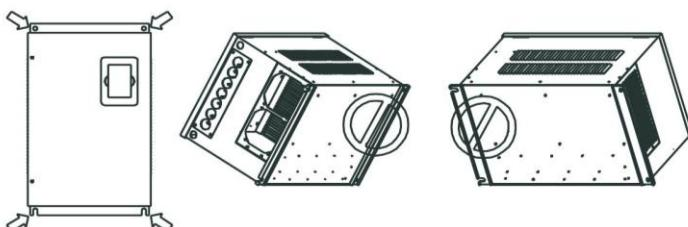

图 1-2 变频器垂直安装示意图
- ◇变频器装在控制柜内，应保证控制柜与外界通风流畅。请垂直安装变频器，便于热量向上散发，不能倒置（详见图 1-2）；若柜内有较多变频器时，为保证变频器的散热空间最好将变频器并排安装；在需要上下安装时，请安装隔热带流板（详见图 1-3）。